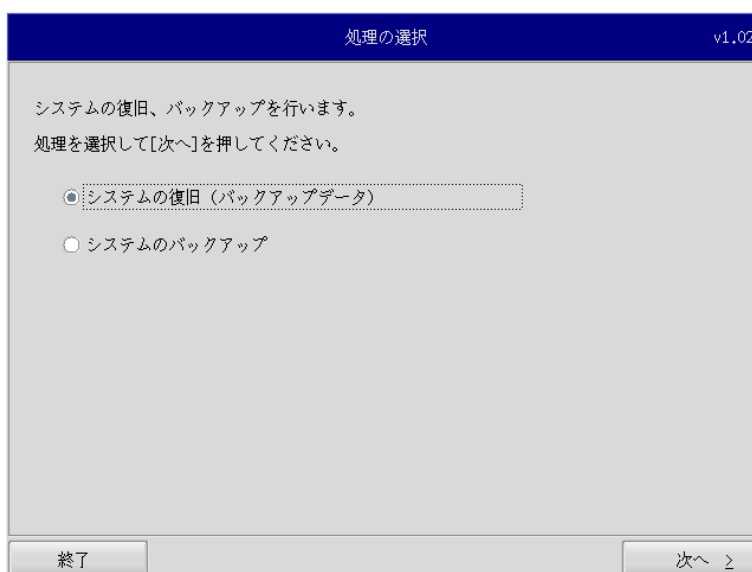

図 5-2-1. リカバリメイン画面
- ② USB メモリ、SD カードなどのストレージメディアが接続されている場合は、ストレージメディアを取り外してください。
- ③ リカバリ用マイクロ SD カードを起動させます。起動方法については、ハードウェアマニュアルを参照してください。
- ④ 起動すると、リカバリメイン画面（図 5-2-1）が表示されます。[システムの復旧（バックアップデータ）]を選択し、[次へ]ボタンを押します。